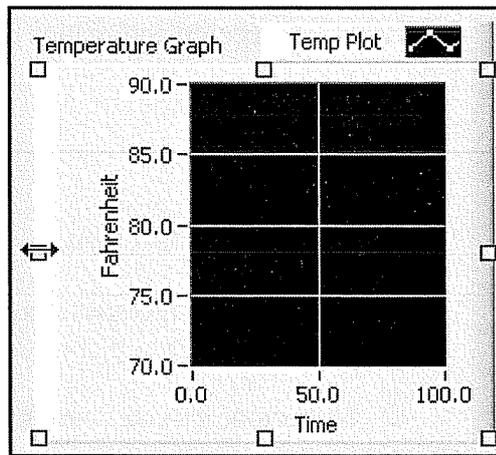

Figura 2-31. Cambiar el tamaño del gráfico Waveform Graph
- Mueva el cursor al nodo de cambio de tamaño de la parte central izquierda hasta que el cursor cambie a una doble flecha, como se ve en la figura 2-31.